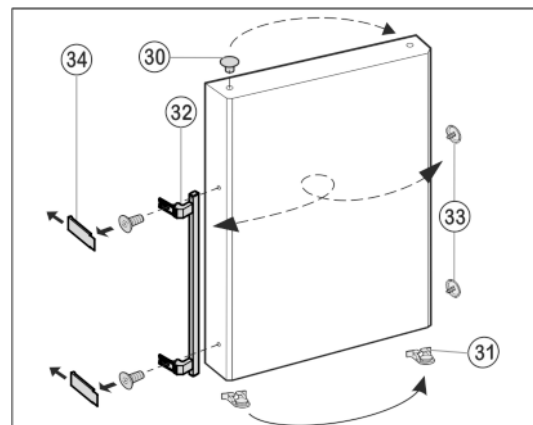

Fig. 12
- ▶ Iš durų įvorių išimkite kaiščius Fig. 12 (30) ir perkeltkite juos į priešingą pusę.
- ▶ Nuimkite rankeną *Fig. 12 (32)*, kaiščius *Fig. 12 (33)* bei atramines plokšteles* *Fig. 12 (34)* ir įstatykite priešingoje pusėje.